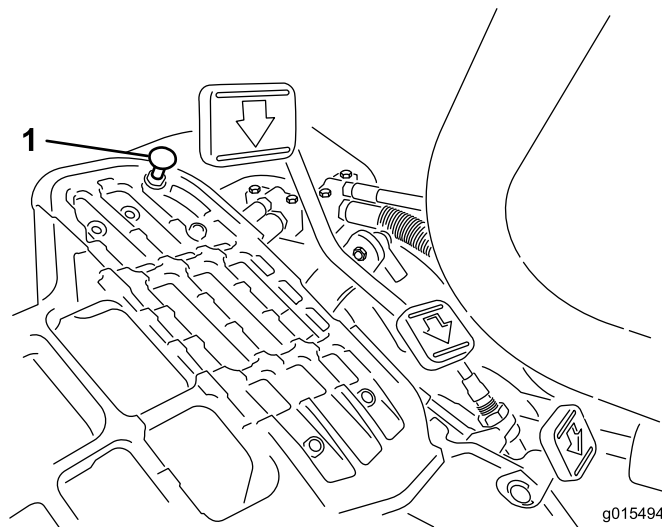

Figura 48
Para obter a velocidade máxima de transporte, engate a alavanca de controlo de função na posição de transporte e carregue para baixo no pedal de tracção. Se o pedal entrara em contacto com o batente (Figura 48) antes de se sentir tensão no cabo, é necessário efectuar um ajuste:
1. Ponha a alavanca de controlo de função na posição de transporte e liberte a porca de bloqueio que fixa o batente do pedal à placa inferior (Figura 48).